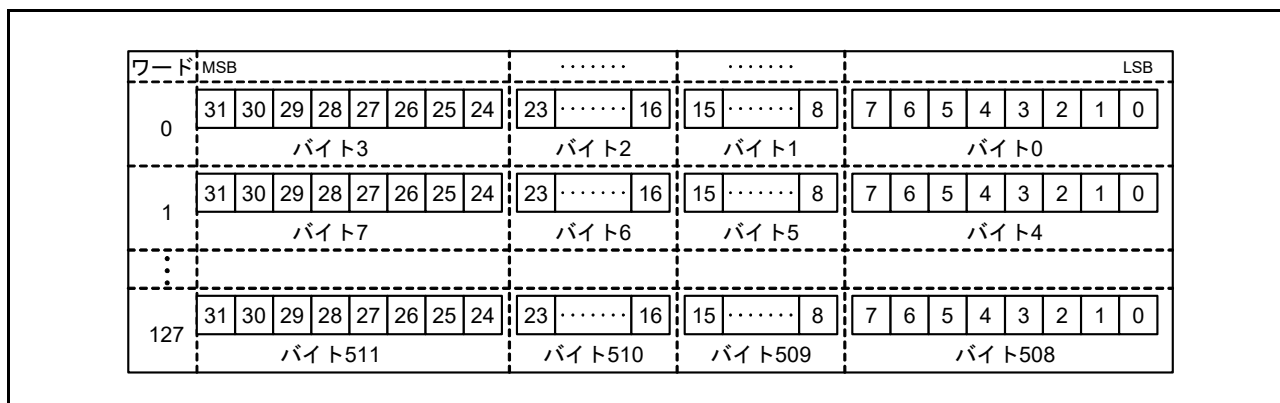

図 39.4 SD_BUF 格納データ
2. 受信データが MMC ホストインタフェースの SD_BUF に格納される (図 39.4 を参照)。